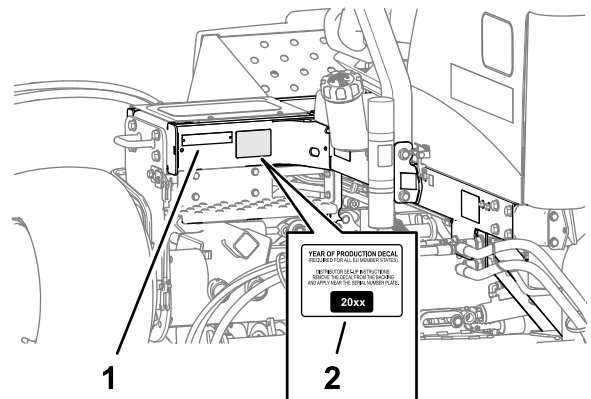

図 21
1. 機体左側フレームのモデル・シリアル番号プレート付近をアルコールできれいに拭いて乾燥させる 図 21。
2. 製造年デカルの裏紙をはがし、図 21のようにモデル・シリアル番号プレートの近くに貼り付ける。